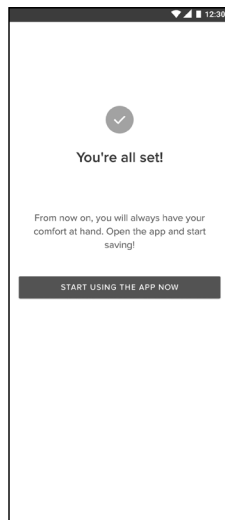

РИС. 9
- Выберите имя для системы и все готово (рис. 9).